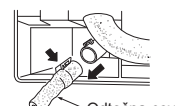

Fig. 2
- Izvlčite odočno cev na zadnjem levem delu notranje enote. (Fig. 2)